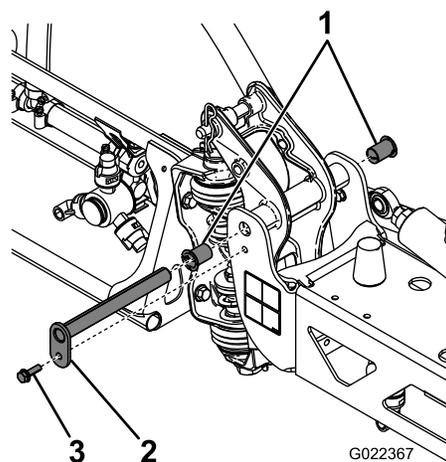

图 41
3. 支撑住喷洒臂的重量、然后拆下将枢轴销紧固到喷洒臂组件的螺栓和螺母 图 41。
6. 从枢轴支架的前后侧拆下尼龙轴套并进行检查 图 41。
8. 将喷洒臂和枢轴支架装回中心机架上对准开口 图 41。